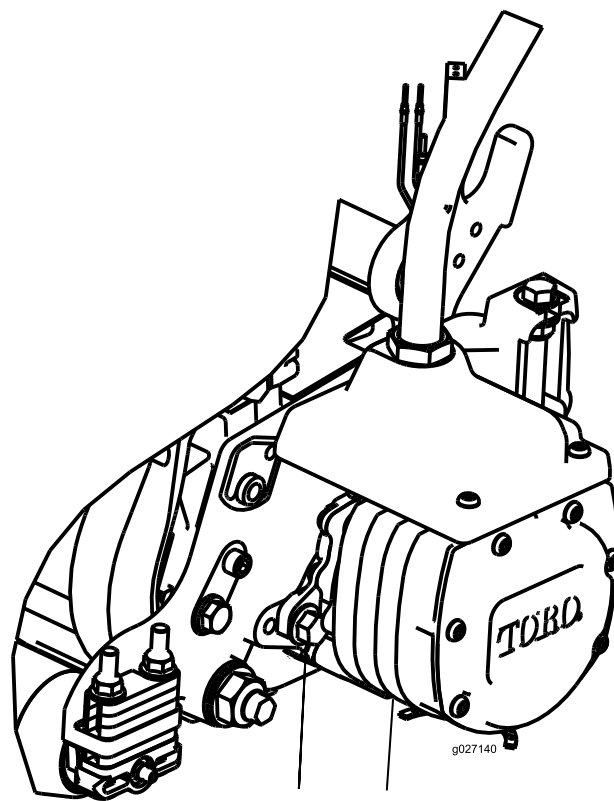

Рисунок 11
14. Установите двигатель, повернув его по часовой стрелке, чтобы фланцы двигателя не закрывали болты (Рисунок 11). Поверните двигатель против часовой стрелки, пока фланцы не окружают болты, затем затяните болты.